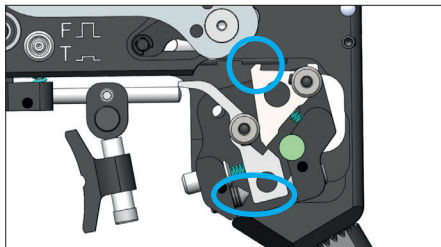

Abb. 7
1. Legen Sie den M-Abzug wie in Abb. 7 dargestellt in Ihre LP500 ein. Der Abzug liegt in den markierten Bereichen an. Schieben Sie nun den Abzug nach vorn (in Schussrichtung), bis die erste Halteschraube montiert werden kann.